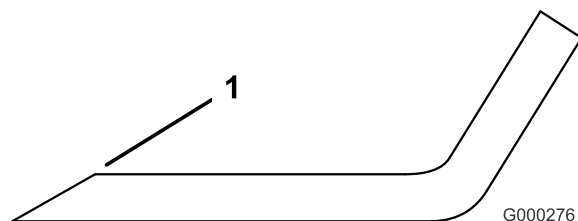

Figura 92
1. Affilate i taglienti da entrambe le estremità della lama con una lima (Figura 92).